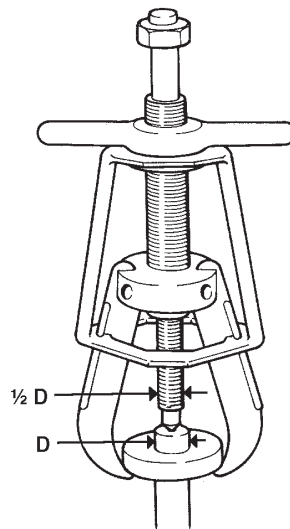

Figura 2, Tamaño relativo del perno central en comparación con el diámetro del eje
- El diámetro del perno central del extractor debe ser no menor que la mitad del diámetro del eje del cual se extraerá algún objeto. (Vea la Figura 2.)